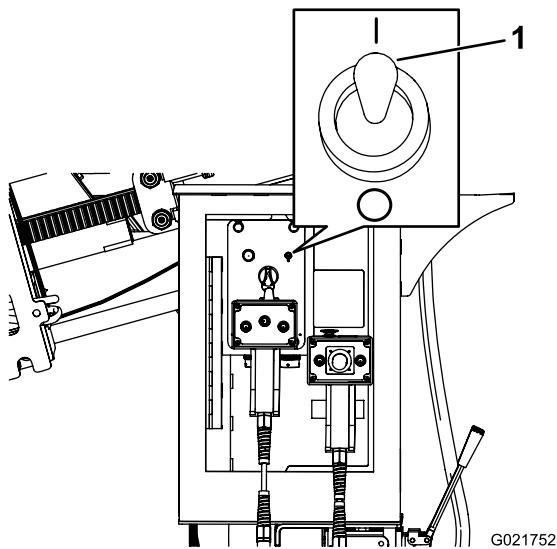

Рисунок 158
- Переведите переключатель съемного поливного шланга в положение «Вкл.» (Рисунок 158).